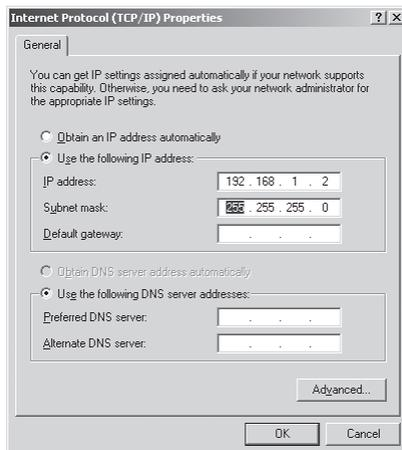

Рис. 10. Окно свойств протокола Интернета (TCP/IP)
- Установите переключатель *Use the following IP Address (Использовать следующий IP-адрес)* и введите параметры, показанные на рис. 10.